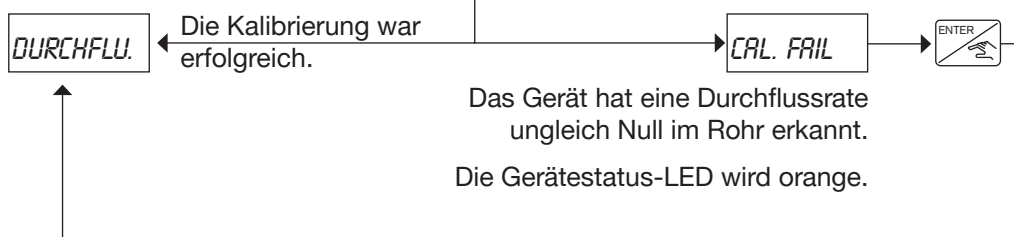

Abb. 54: Durchfluss-Nullpunktkalibrierung mit dem Parameter „CALIB 0“ des Testmenüs
- über diesen Parameter im Testmenü ausgeführt werden; siehe Abb. 54.